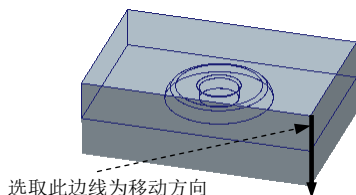

图 18.2.34 选取移动方向
Step4. 在系统的  **通过选择边、轴或面选择分解方向** 提示下，选取图 18.2.34 所示的边线为移动方向，然后在系统的 **输入沿指定方向的位移** 提示下，输入要移动的距离-20，并按回车键。